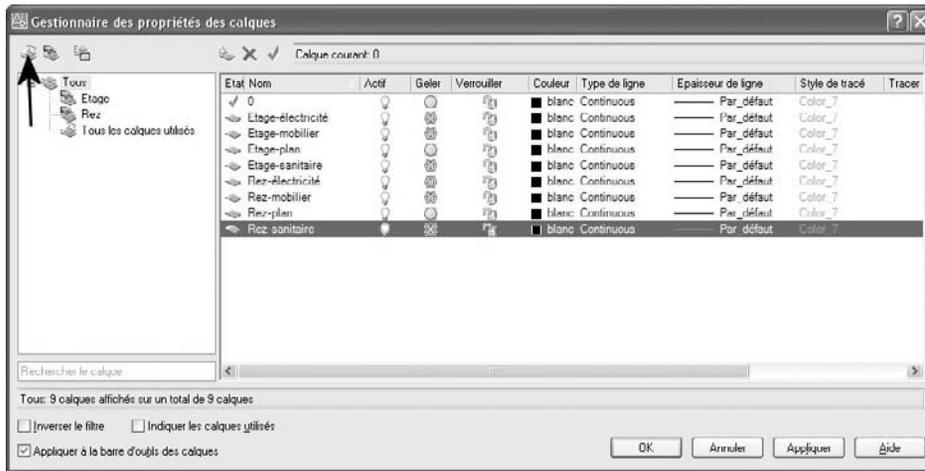

Fig.2.10
- 1 Dans le gestionnaire des propriétés des calques, cliquez sur le bouton **Nouveau filtre de propriété** (New property filter) (fig.2.10).